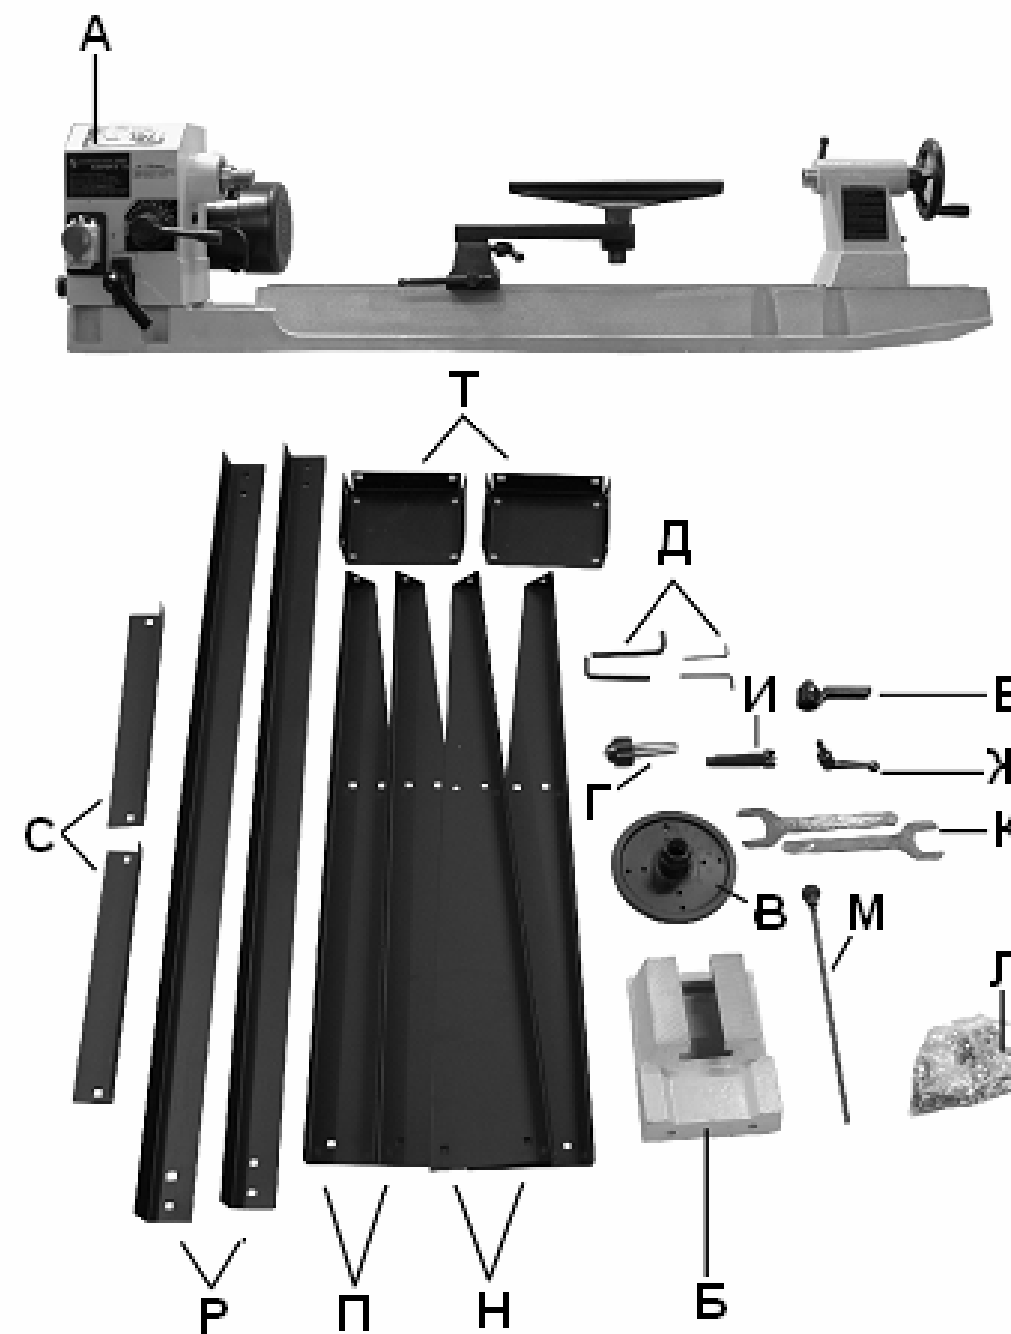

Рис.1
3.1. В комплект поставки (Рис.1) входит: